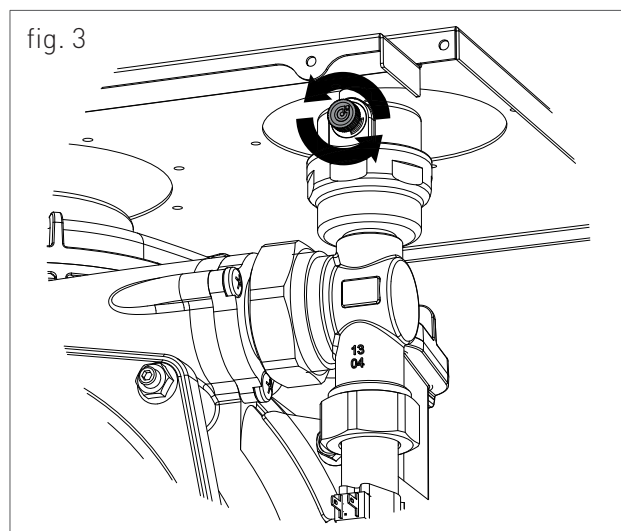

fig. 3
Per il posizionamento, operare come segue (vedi fig. 3):
2. allentare leggermente il tappo della valvola jolly posizionata in alto al blocco a condensazione (fig. 3) per permettere all'aria di fuoriuscire dal punto più alto dell'impianto;